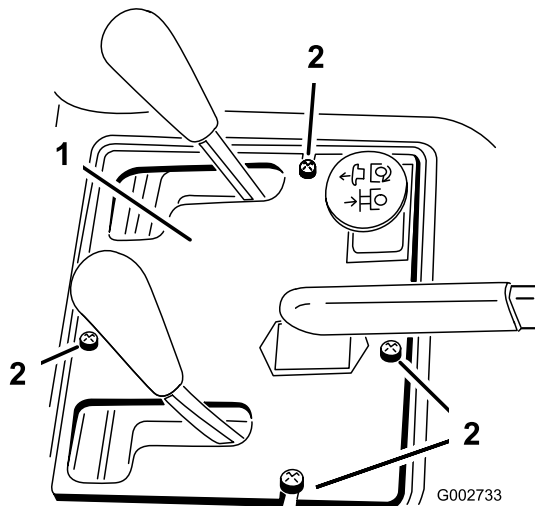

Figura 37
2. Retire os quatro parafusos que fixam o painel de controlo à estrutura (**Figura 37**).